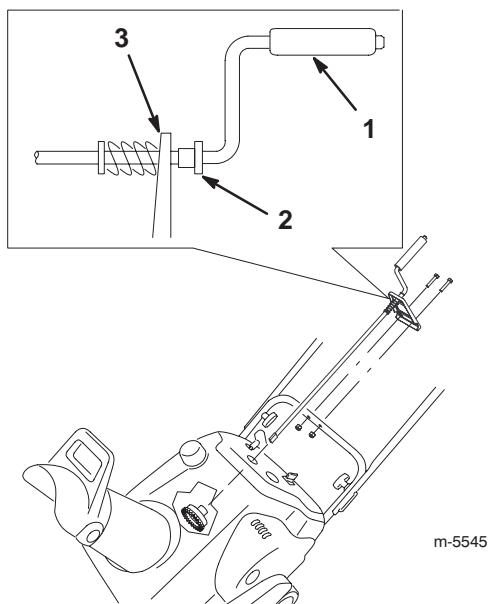

Figure 12
- Insérez l'extrémité plate de la manivelle dans le trou du carénage tout en alignant le support de montage avec les trous de la partie inférieure du mancheron (Fig. 12).
- Tournez lentement la manivelle jusqu'à ce que l'extrémité plate s'adapte à l'ouverture masquée de l'engrenage et que l'éjecteur tourne aussi (Fig. 12).
- Vérifiez que la bague en plastique est complètement insérée dans le trou du support de montage. Si ce n'est pas le cas, faites-la glisser le long de la manivelle et dans le trou (Fig. 12).
- Fixez le support de montage au mancheron à l'aide de deux boulons et contre-écrous (Fig. 12).